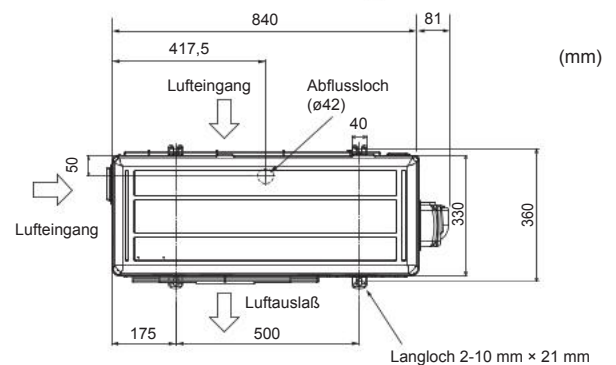

Fig. 3-1
3.1. Aussenanlage (Fig. 3-1) Freiraum für Belüftung und Bedienung